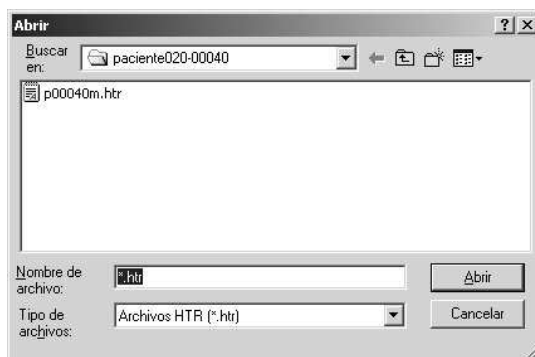

Figura 16
2. En el diálogo “Abrir” navegar hasta la carpeta de la monitorización, seleccionar el archivo *.htr (con extensión “htr”), y hacer clic en el botón “Abrir”. En la Figura 16 la carpeta de la monitorización es “c:\eegdata\paciente020-00040” y el archivo *.htr es “p00040m.htr”.